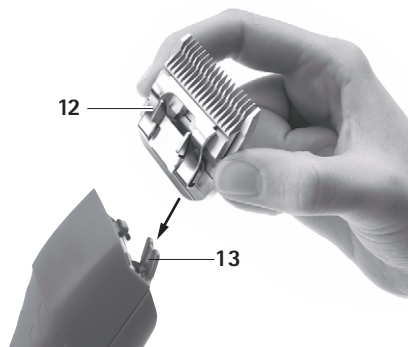

Fig. 2
- Ficher la tête de tonte 12 sur la charnière de lame ouverte 13, voir Fig. 2.
- Presser légèrement la tête de tonte 12 en direction de la tondeuse FAV5 CL/FORTIS, voir Fig. 2. La tête de tonte 12 s'encliquète de façon audible.